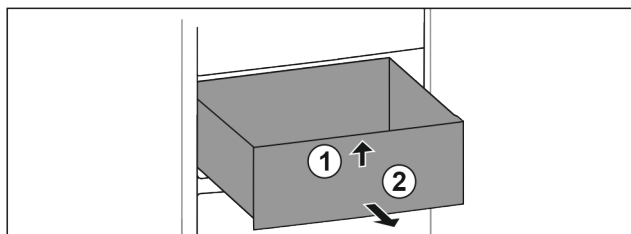

Fig. 81
- ▶ Soulever la partie avant du tiroir. Fig. 81 (1).
- ▶ Retirer le tiroir par l'avant. Fig. 81 (2)